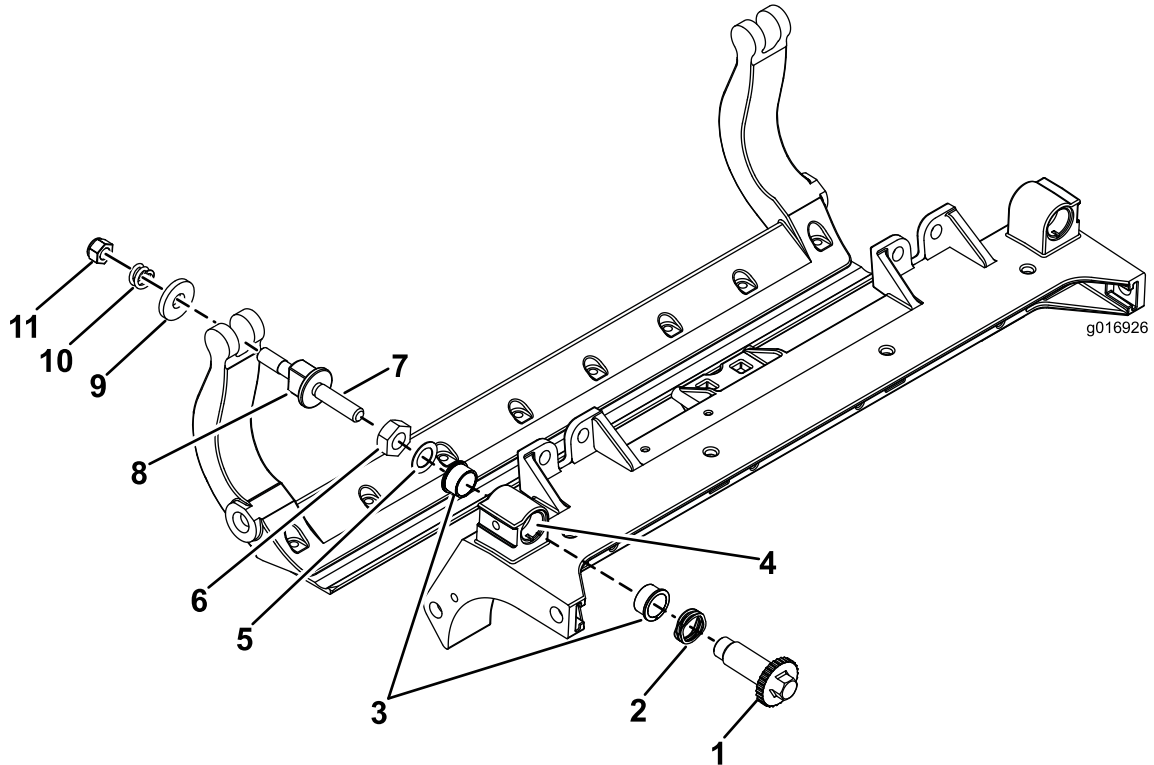

Figura 42
1. Rimuovete tutti i componenti (fate riferimento alle *Istruzioni per l'installazione* del kit DPA HD e a Figura 42).
2. Applicate del lubrificante antigrippaggio all'interno dell'elemento in cui vanno montate le boccole, sul telaio centrale dell'apparato di taglio (Figura 42).
3. Allineate le chiavette sulle boccole flangiate alle scanalature sul telaio e montate le boccole (Figura 42).
4. Montate una rondella ondulata sull'albero del dispositivo di regolazione e inserite l'albero all'interno delle boccole flangiate sul telaio dell'apparato di taglio (Figura 42).
5. Fissate l'albero del dispositivo di regolazione con una rondella piana e un dado di bloccaggio (Figura 42).
12. Posizionate una rondella in acciaio all'esterno di ciascuna rondella in nylon (Figura 42).
Nota: Le rondelle all'interno possono avere del gioco (Figura 42).
15. Serrate il dado su ciascun gruppo di regolazione della barra di appoggio fino a comprimere completamente la molla di compressione, quindi allentate il dado di 1/2 giro (Figura 42).